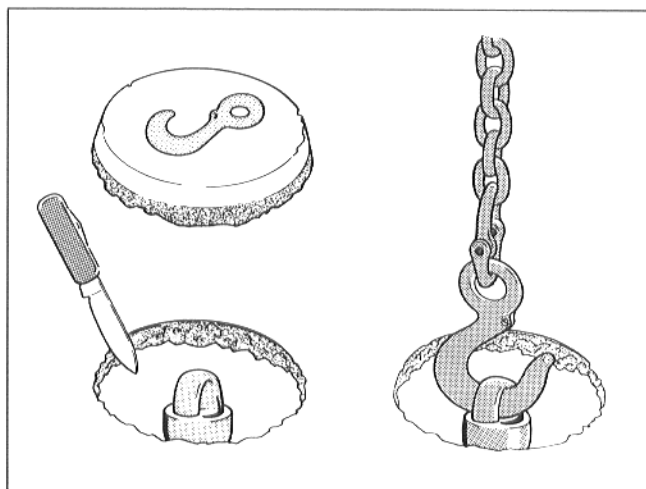

Fig. 15
- Det rundt markerede brudsted (med krogsymbol i emballagelåg af polystyrenskum) skæres ud med en kniv og det udskårede stykke tages ud (Fig. 15).